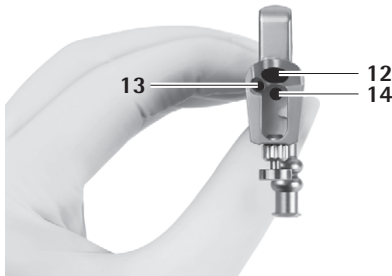

Fig. 1
- obturatoren til den ovale arbejdskanal **7** i arbejdskanalen **12**, se Fig. 1.
Skyllevæsken løber ud gennem den store arbejdskanal **12** og den lille arbejdskanal **13**, se Fig. 1.